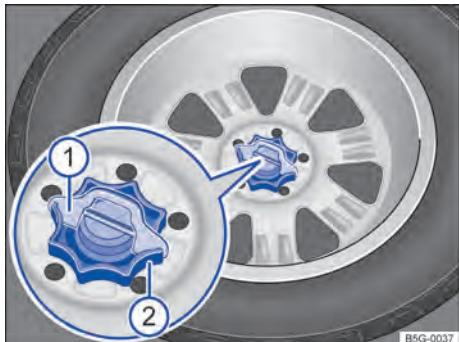

Fig. 187 No compartimento de bagagem: manípulo para fixação da roda sobressalente.
- Se necessário retirar o calço de proteção contra giro ⇒ Fig. 187 ① por cima.
- Girar totalmente o manípulo localizado no meio da roda sobressalente ② no sentido anti-horário, e remover a roda sobressalente.